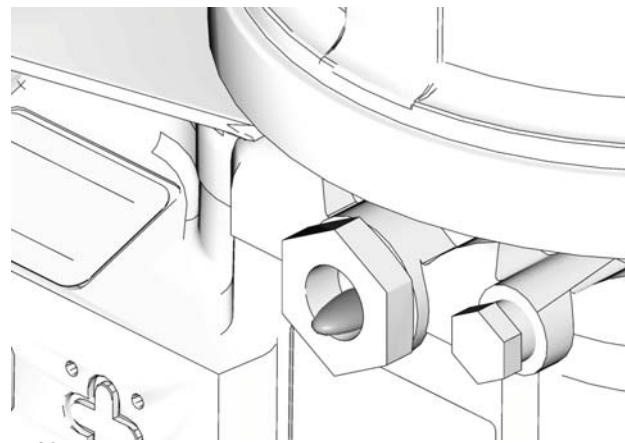

Рис. 18
- Запустите насос и не выключайте до тех пор, пока воздух не перестанет смешиваться с маслом, выходящим из штуцера патрона (Рис. 18).